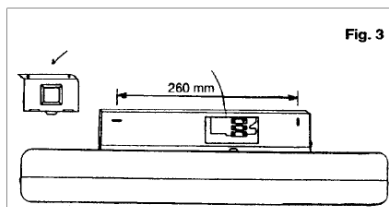

Fig. 3
- Unter Berücksichtigung der Mindestabstände (Fig. 1) die Dübelbohrungen anzeichnen. Abstand der Bohrungen – 260 mm und Dübel setzen (Fig. 3). Quarzstrahler mit den Dübelschrauben an der Wand befestigen. Verwenden Sie die beiliegende Kabeldurchführung und Abdeckkappe wie folgt: